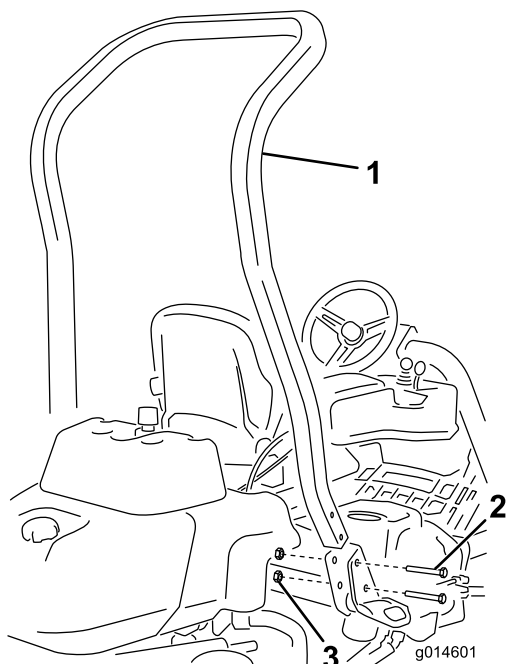

Figura 3
3. Instale la barra antivuelco en los alojamientos laterales de la máquina usando 4 pernos ($\frac{1}{2}$ " x $3\frac{3}{4}$ ") y 4 tuercas con arandela prensada ($\frac{1}{2}$ "), tal y como se muestra en la Figura 3.